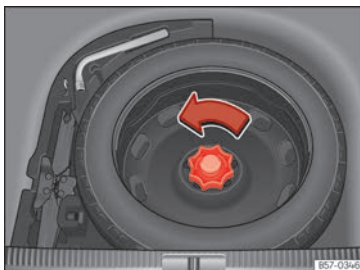

Abb. 247 Im Gepäckraum: hochgeklappter Ladeboden.
- Drehen Sie das Handrad entgegen dem Uhrzeigersinn » (Abb. 247).